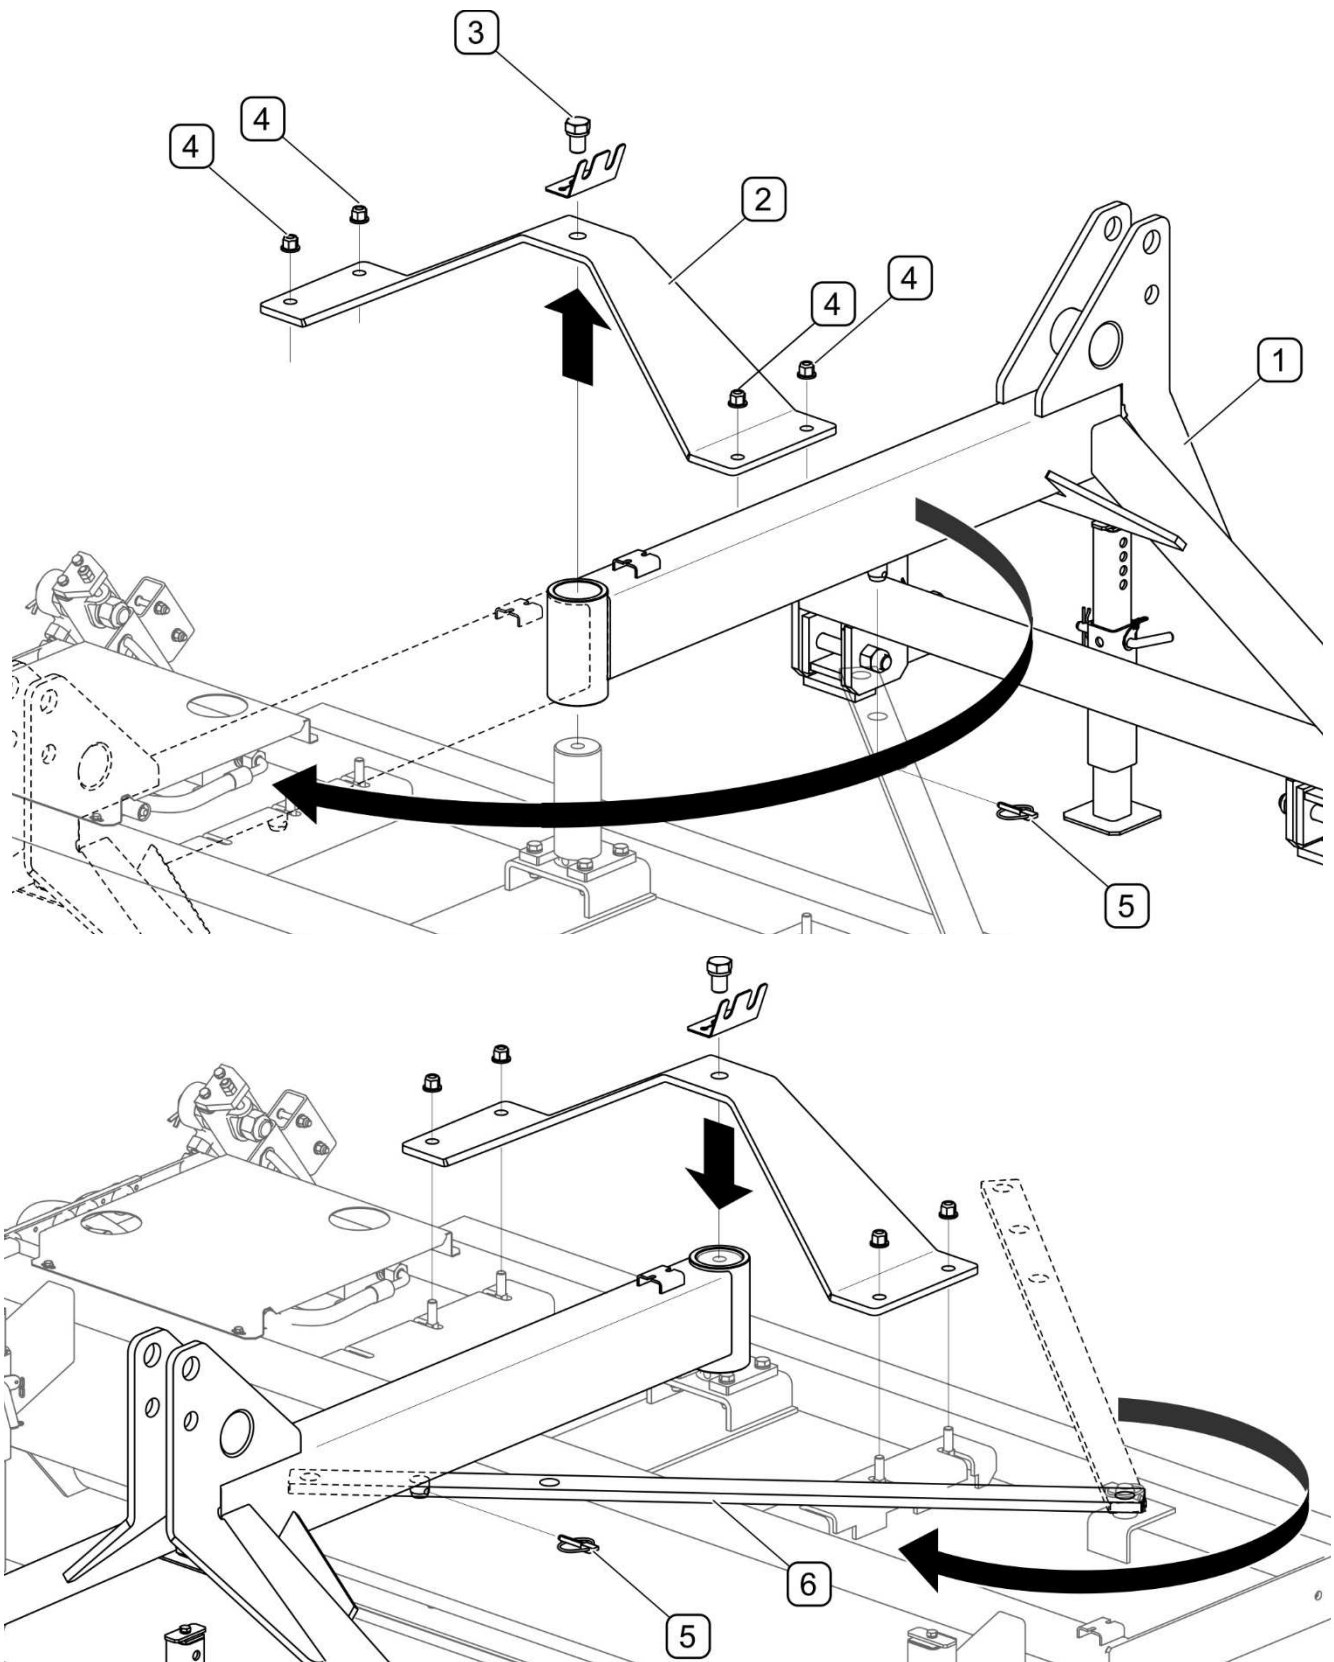

FIGURE 4.9 Réglage de la balayeuse pour le travail avant le porteur
Afin d'adapter la balayeuse au travail avant le porteur (FIGURE 4.9), il faut enlever la goupille fendue (5) de la règle (6), dévisser la vis (3) du pivot principal, dévisser 4 écrous (4) fixant le support (2) du pivot principal et tourner le châssis (1) du système de suspension de 180° en vissant le support (2). Retourner la règle (6), insérer sur le pivot du système de suspension et protéger avec la goupille fendue (5). Dans les balayuses avec le système d'arrosage, avant le démontage du support (2), il faut dévisser les écrous (4) et enlever le réservoir d'eau avec supports. Après avoir retourné le châssis (1) du système de suspension et vissé le support (2) avec la vis (3), il faut fixer de nouveau le réservoir d'eau.